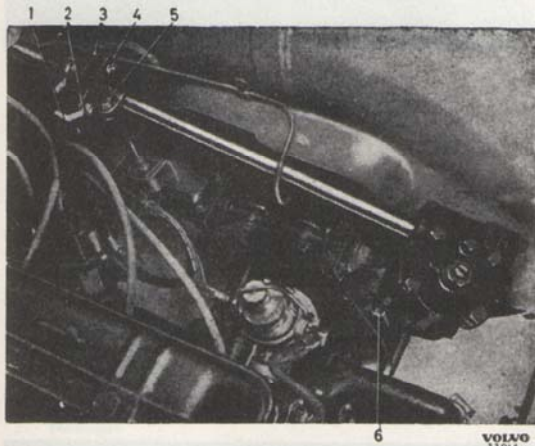

Bild 30. Styrsnäcka.
2. Lossa de två muttrarna (2 och 4, bild 30) och demontera skruvarna.
4. Lossa och tag bort de tre fästskruvarna (6, bild 30).
4. Skruva ur de tre fästskruvarna (6, bild 30). Drag ur signalledningen genom styrsnäckan och nedre rattaxeln.
1. Tvätta styrsnäcken ren utvändigt och demontera medbringaren (5, bild 30) från rattaxeln.
1. Sätt styrsnäckan på plats. Iakttag försiktighet, när medbringaren skall föras förbi bromsledningen. Montera fästskruvarna (6, bild 30).
2. Sätt samman medbringaren (5) med kopplingskivan (3). Glöm ej stomledningen (1).
3. Justera styrsnäckans läge så, att minsta möjliga spänning erhålles i kopplingskivan dvs. rattaxelns övre och nedre del skall bilda en rät linje. Drag åt fästmuttrarna (6).